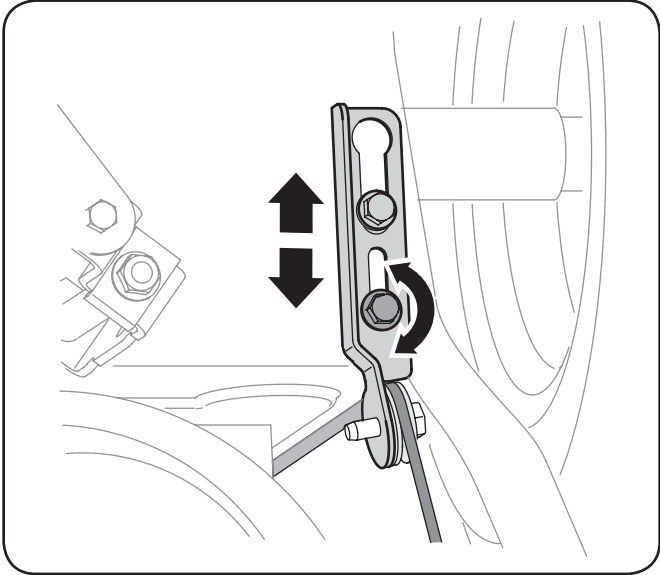

Figure 3-15
7. Pour ajuster à nouveau le câble de commande, desserrez le contre-écrou à six pans supérieur du support de la commande de la tarière. Voir la Figure 3-15.